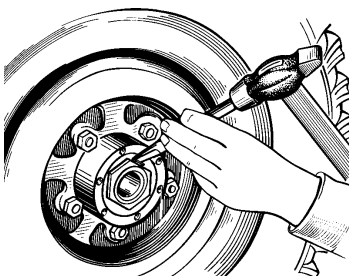

Рис. 6.14. Стопорение гаек подшипников ступиц
9. Загнуть один ус замочной шайбы на грань гайки, а второй - на грань контргайки (рис. 6.14).